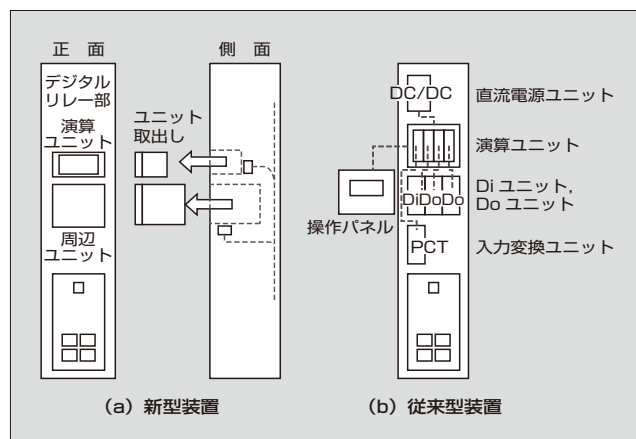

図2 従来型装置と新型装置の比較
- (b) 主演算部にユニット型デジタルリレーを採用し、図2に示すように、従来、機能ごとにばらばらだったユニットを演算ユニットと周辺ユニットの二つにまとめた。これにより、ユニットごとの交換が容易になった。